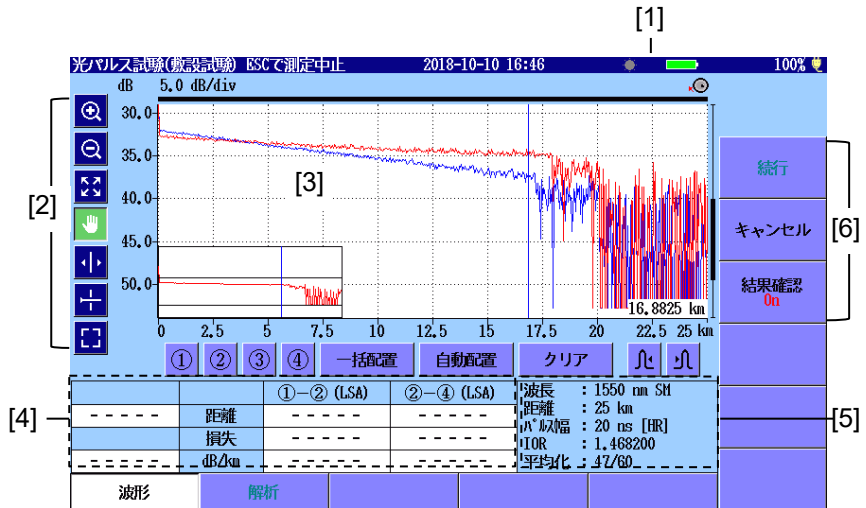

図 6.5-2 試験実行中の画面
「図 6.5-2 試験実行中の画面」で結果確認を [On] に設定すると、各ファイバの試験終了後に、光パルス試験 (敷設試験) の試験結果が表示されます。
- ・ 接続チェックが [Off] の場合、「図 6.5-2 試験実行中の画面」が表示されます。